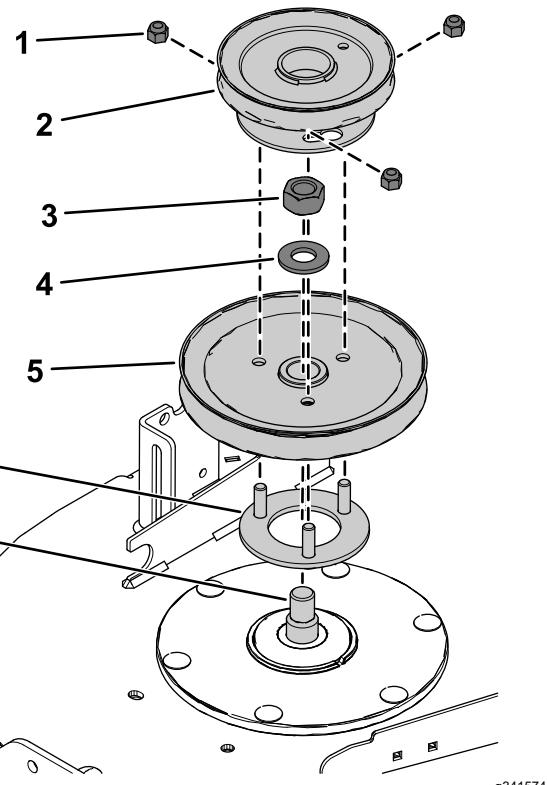

Figura 22
- Inserte los espárragos roscados del soporte de la polea a través de los orificios en la polea de la carcasa (Figura 22).
- Sujete la polea de la carcasa al eje de la cuchilla usando la tuerca hexagonal ($\frac{3}{4}$) y la arandela que retiró anteriormente (Figura 22).
- Coloque la polea del soplador en los espárragos roscados, e instale provisionalmente las 3 contratuerzas ($\frac{3}{8}$ "), como se muestra en la Figura 22.